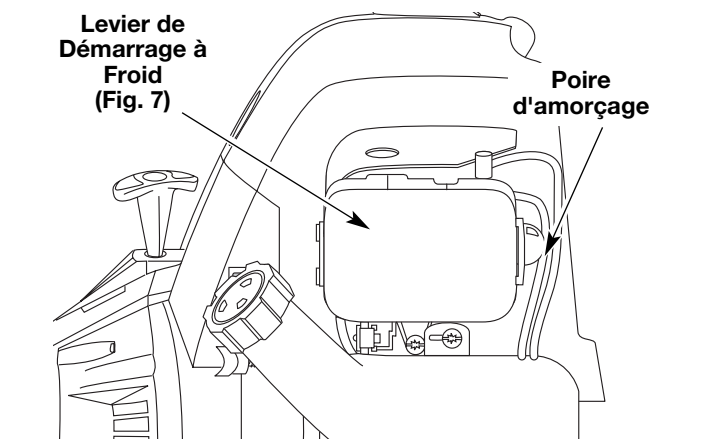

Fig. 12
4. Pressez et relâchez la poire d'amorçage à 10 reprises, lentement. Une certaine quantité de **carburant devrait être visible dans la poire d'amorçage** et les conduites de carburant (Fig. 12). Si vous n'apercevez pas de carburant dans la poire, pressez et relâchez la poire autant de fois que nécessaire jusqu'à ce que vous aperceviez du carburant dans cette dernière.